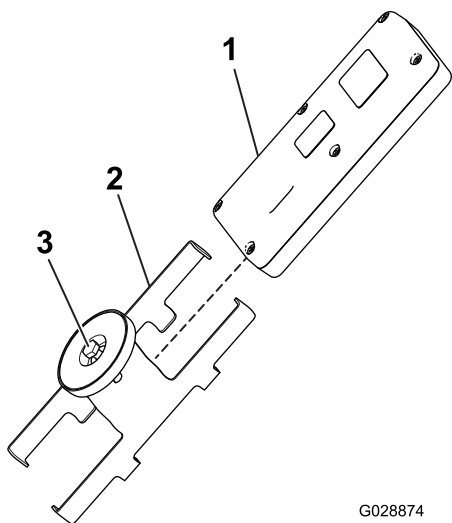

Figura 25
1. Desaperte o parafuso no íman no suporte magnético do comando remoto (Figura 25).
2. Deslize as laterais do suporte e retire o comando remoto (Figura 25).
8. Instale o comando remoto no suporte magnético remoto, una as metades para prender o comando e aperte o parafuso no íman (Figura 25).